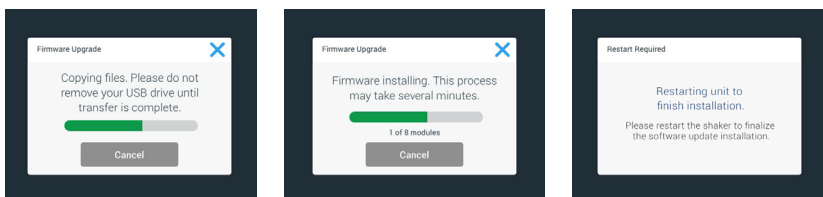

Figure 123 : Messages d'installation de la mise à niveau du microprogramme
15. Divers messages s'affichent pour vous informer de la progression de l'installation, comme représenté sur la Figure 123.